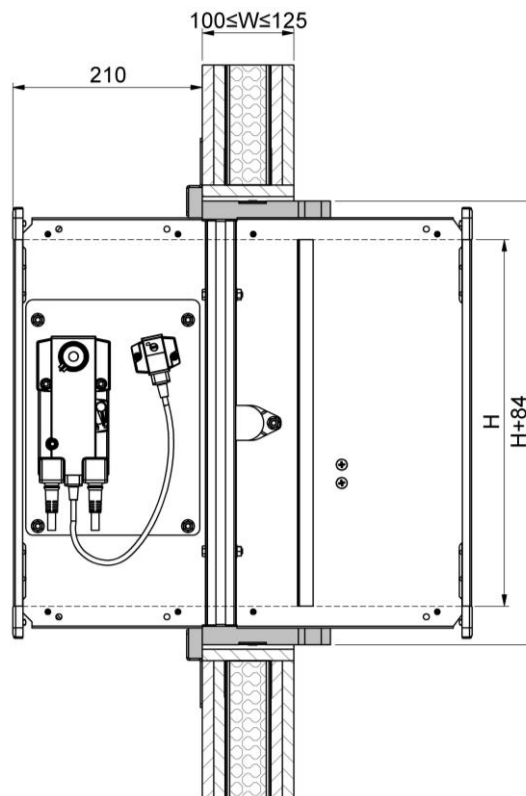

Figura 55: montaggio a secco con controtaio ER-A1 in parete divisoria leggera (F90) larghezza ≤ 125 mm
- Produrre un intradosso perimetrale (Pos. 20) con una piastra GKF da 12,5 mm e avvitare al centro del telaio di metallo (pos. 33.2 - fissaggio es. viti a montaggio veloce \varnothing 3,5x25 mm, distanza viti \leq 250 mm o meno, ma almeno 2 viti per lato).
- Inserire la BKA-EN nella cavità della parete (dimensione: $L+93^{+2}$ mm x $A+93^{+2}$ mm) in modo che la battuta del telaio di montaggio ER-A1 sia accostato alla parete (lato ispezioni - misura di montaggio 210 mm fino alla parete, vedi Figura 55). Riempire uniformemente l'intercapedine perimetrale tra parete e telaio tipo ER-A1. Montaggio BKA-EN con l'ausilio di sospensioni ecc.
- La serranda tagliafuoco viene fissata su tutti i lati con il corrispondente numero di fascette di sospensione (pos. 18, vedi Tabella 4) sulla costruzione portante (profili sostitutivi - pos. 10). Le fascette di sospensione vengono fissate sulla struttura portante con 2 viti per costruzioni (pos. 19 ad es. \varnothing 3,5x35 mm, adattare la lunghezza delle viti allo spessore della pannellatura).